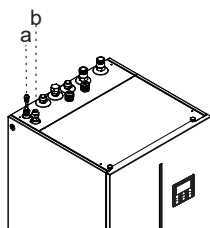

Fig. 5-2
- Dacă unitatea interioară este potrivită cu unitatea exterioară (4/6 kW), adaptorul 9,52-6,35 (consultați tabelul de la pagina 8) trebuie montat pe racordul de lichid frigorific al unității interioare (consultați Fig. 5-2); adaptorul nu poate fi utilizat în alte tipuri de unități exterioare (8/10/12/14/16 kW).